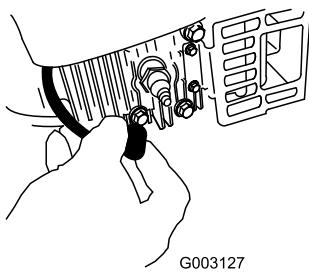

Bild 33
- Ziehen Sie das Zündkabel von der Zündkerze (Bild 33) ab, bevor Sie Wartungsarbeiten ausführen.